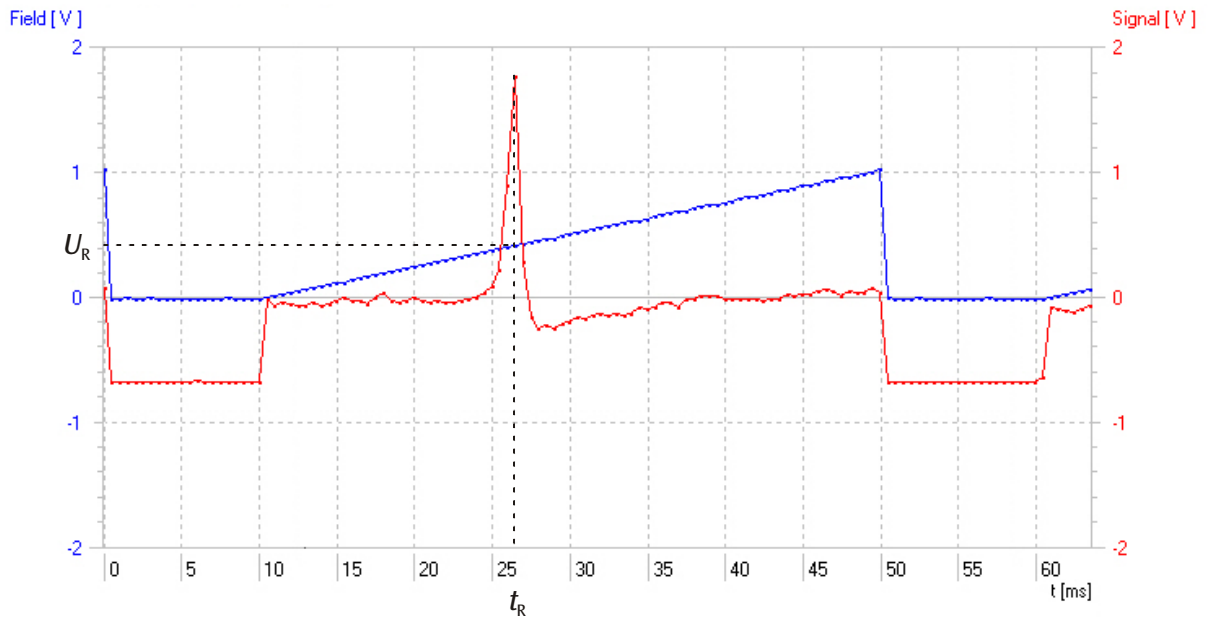

Fig. 6 Curso de la señal con 40 MHz (rojo: señal de la absorción como función de tiempo, azul: tensión de bobina como una función de tiempo)
- Se anotan la tensión de resonancia de la bobina  $U_R$  y la correspondiente frecuencia de resonancia  $\nu_R$  (ver Fig. 6).